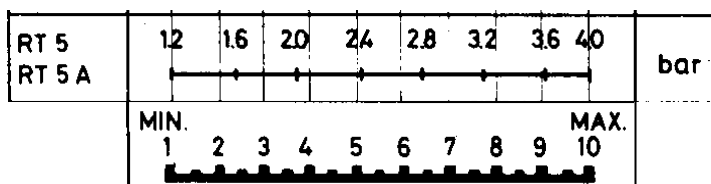

Рис. 5
б) снять крышку реле давления и поставить барабан (3) на выбранном значении для дифференциала (горелка остановлена) на основе диаграммы на Рис. 5.